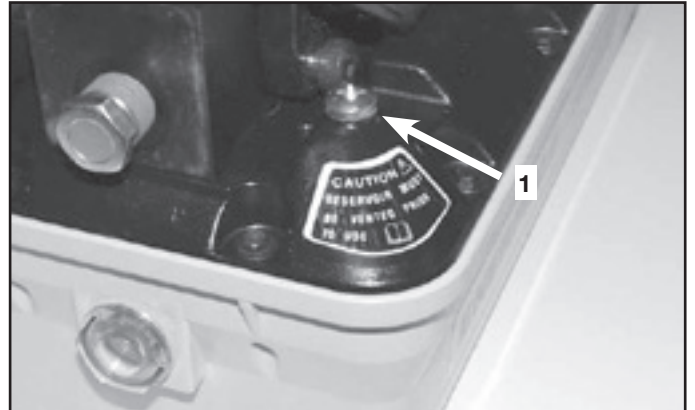

Abbildung 7A
a) **Entlüftungsschraube:** Siehe Abbildung 7A, Punkt 1. Die Entlüftungsschraube ist das Hauptmittel zur Entlüftung des Behälters. Sie befindet sich in der Nähe des Hydraulik-Ausgangsanschlusses oben am Behälter. Öffnen Sie zum Entlüften die Schraube um eine ½ bis 1 Umdrehung. Um Schäden an den Gewinden beim Schließen der Entlüftungsschraube zu vermeiden, sollten Sie nur so fest anziehen, bis der Schraubenkopf den O-Ring leicht zusammendrückt. Wenden Sie nur ein Drehmoment von 1 Nm [8-10 in-lbs] auf.